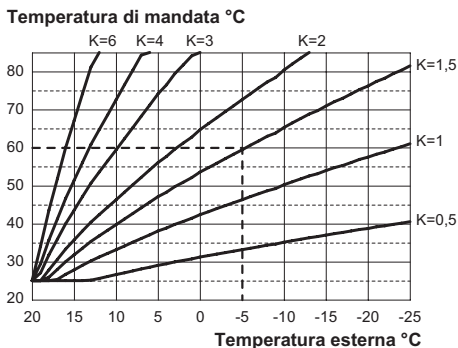

Figura 5.29
Se alla caldaia **È COLLEGATO** il comando remoto (opzionale) riferirsi alla Figura 5.29. In questo caso il settaggio del coefficiente K deve essere fatto da remoto.
Il coefficiente K è un parametro che innalza o abbassa la temperatura di mandata caldaia al variare della temperatura esterna. Quando si installa la sonda esterna bisogna impostare questo parametro in base al rendimento dell'impianto di riscaldamento per ottimizzare la temperatura di mandata (Figura 5.29).
una esterna di  $-5^{\circ}\text{C}$  si deve settare un K di 1,5 (linea tratteggiata in Figura 5.29).
- Utilizzando i tasti 16 o 17 è possibile modificare il valore del parametro 15 da un minimo di **01** ad un massimo di **60** in base alla curva scelta del coefficiente K in Figura 5.29 (il valore letto sul display corrisponde a valori decimali di coefficienti K).